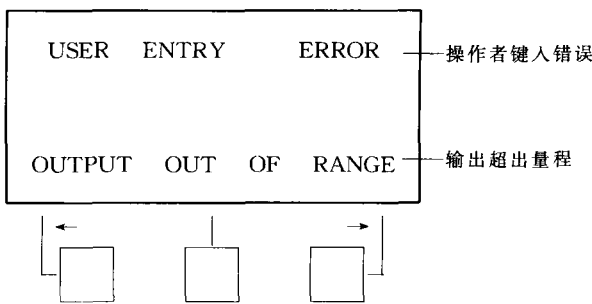

图 9
① 优先显示出硬件故障或操作错误的信息，按任何一个键均可消除后者。见图 9。